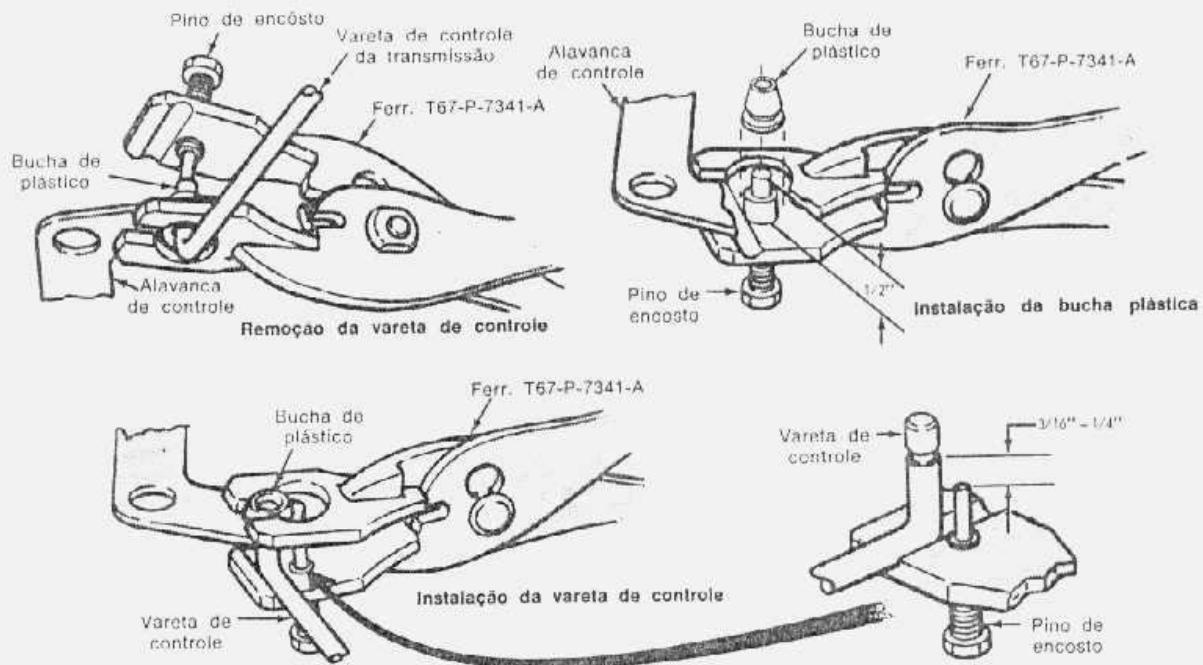

fig. 24 — remoção e instalação de buchas da articulação de controle
1. Colocar o apoio da ferramenta entre a alavanca manual e a vareta de controle. Colocar o pino de encosto contra a extremidade da vareta de controle (fig. 24) e forçar a vareta para fora da bucha. Remover a bucha da alavanca cortando-a com uma faca.
3. Reajustar o pino de encosto ate a altura indicada fig. 24. A altura do pino é determinada pelo imprimido da extremidade da vareta que deve ficar dentro da bucha. Se a altura do pino não for ajustada, a vareta de controle poderá ser demasiadamente empurrada, danificando o lábio retensor da bucha.